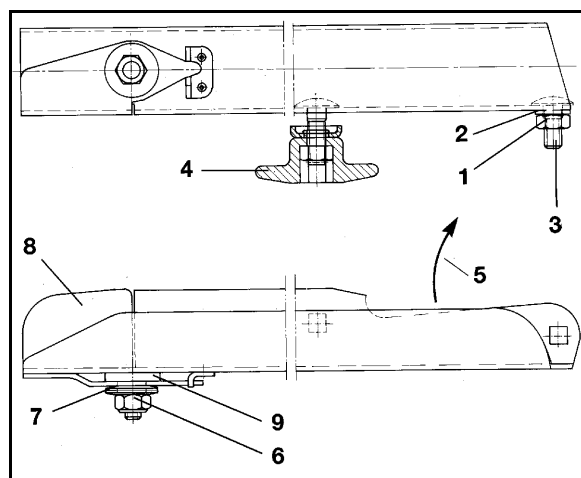

Fig. 79
1. Løsne de selvslående mutterne (Fig. 79/1).
2. Fjern underlagsskiven (Fig. 79/2) og rundhodeskruen (Fig. 79/3).
3. Løsne vingemutterne (Fig. 79/4) og skift ut spredevingen.
Trekk til de selvslående mutterne (Fig. 79/1) slik at spredevingene fortsatt kan dreies for hånd.
Pass på at spredevingene monteres riktig! Den åpne siden av den U-formede spredevingen skal peke i rotasjonsretningen (Fig. 79/5).